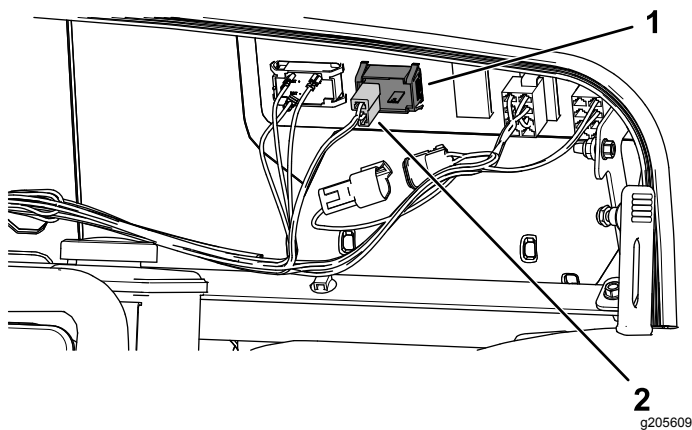
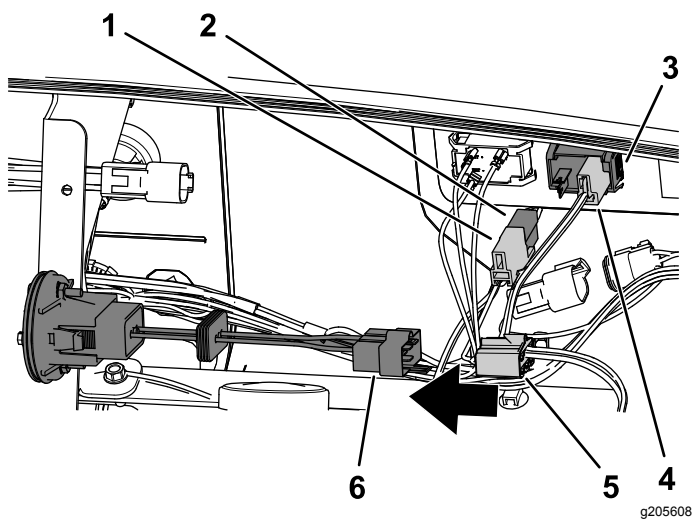

Рисунок 4
Рисунок 5
1. Отсоедините установленный охватывающий 2-гнездовой разъем от установленного счетчика моточасов и вставьте его в охватываемый 2-штыревой разъем на жгute проводки беспроводного счетчика моточасов (Рисунок 4 и Рисунок 5).
2. Подсоедините охватывающий 2-гнездовой разъем на жгуте проводки беспроводного счетчика моточасов к установленному счетчику моточасов (Рисунок 5).
3. Подсоедините охватывающий 6-гнездовой разъем к новому беспроводному счетчику моточасов (Рисунок 5).